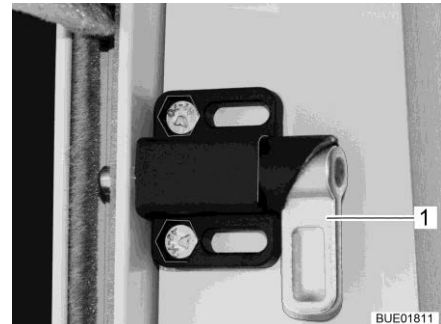

Fig. 21 Verrou de sécurité
- Faire tourner des deux côtés le verrou de sécurité (Fig. 21,1) vers le bas.